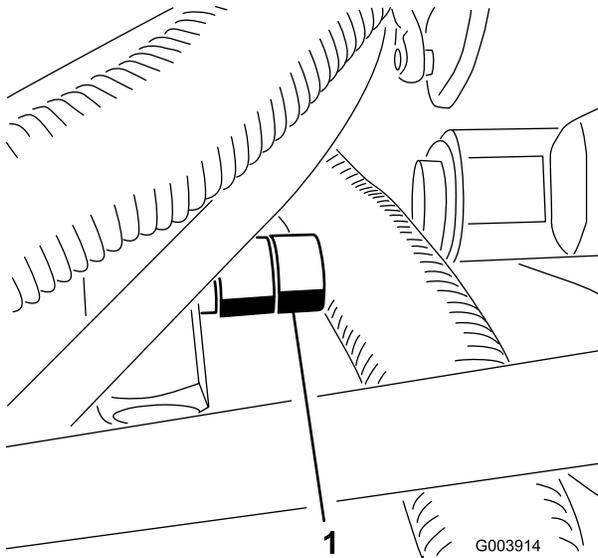
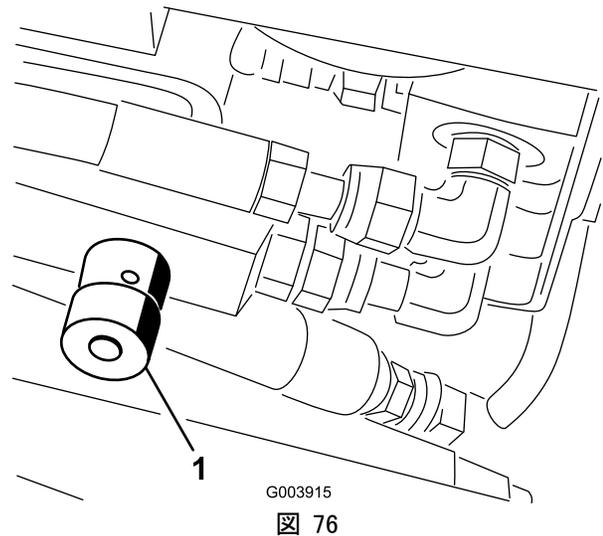

図 75
図 76
1. 調整バルブ（図 75）は左前昇降シリンダ（フットレストの下）に付いている。
1. 調整バルブ（図75）はフードを開けて機体の左後ろ側面にある（図 76）。